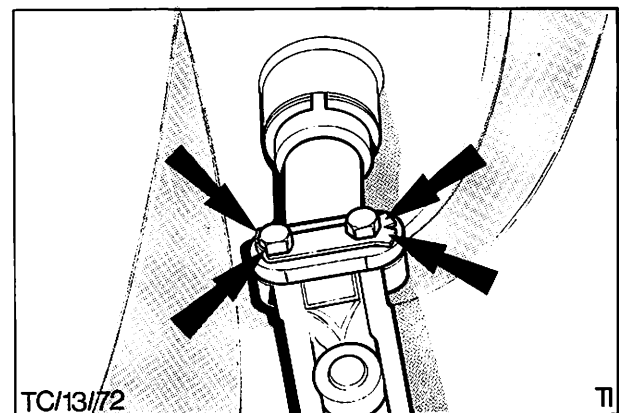

Abb. 13 Verbindungsgelenk an Lenkspindel montieren
6. Sicherungsblech an allen vier Ecken umbiegen. Abb. 13.